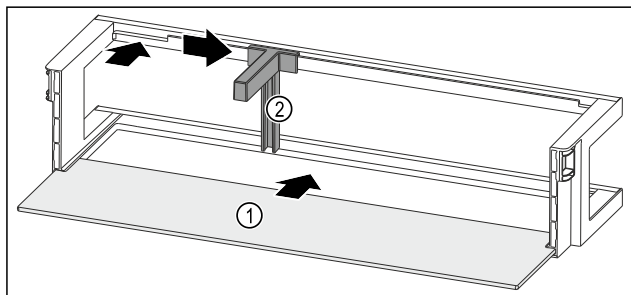

Fig. 67 Balconcino controporta con ripiano
- Inserire il ripiano Fig. 67 (1) negli incavi laterali.
- Inserire il fermabottiglie Fig. 67 (2) nell'incavo.
- Fare scorrere il fermabottiglie Fig. 67 (2) lateralmente alla posizione desiderata.